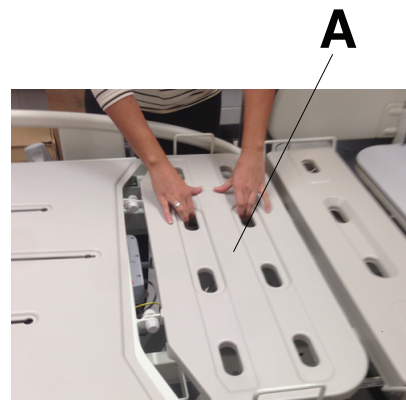

Figura 3 – Rimozione della copertura dei poggiagamba superiori
1. Rimuovere la copertura dei poggiagamba (A) (Figura 3).